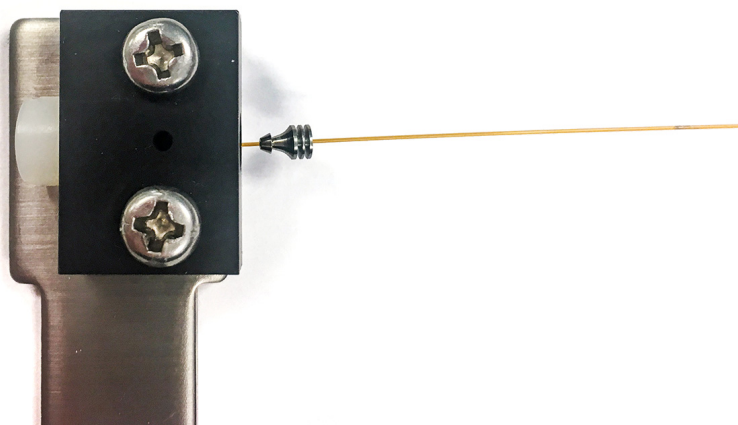

図 8. 内部ナットをカラム固定用ツールに付ける
- 5 内部ナットをカラム固定用ツールに、手で締められるところまで取り付けます。図 8 を参照してください。